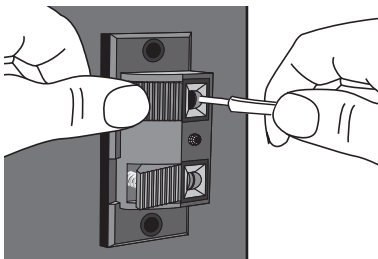

Abbildung 5
3. Stecken Sie das blanke Kabel ein (**Abbildung 5**).